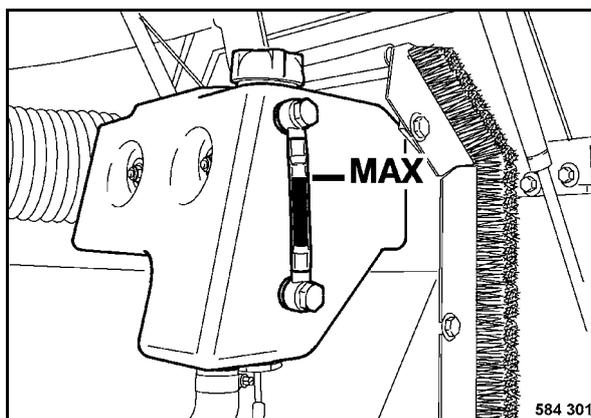

Рис. 182
- Долить охлаждающую жидкость (Рис. 182) до отметки MAX и снова навинтить крышку.